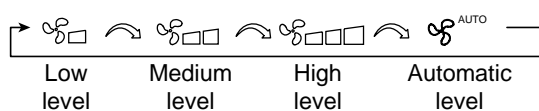

Fig. 26: Ställa in fläkthastigheten
- Varje tryck på FAN-knappen ändrar fläktnivån i den sekvens som visas i Fig. 26.